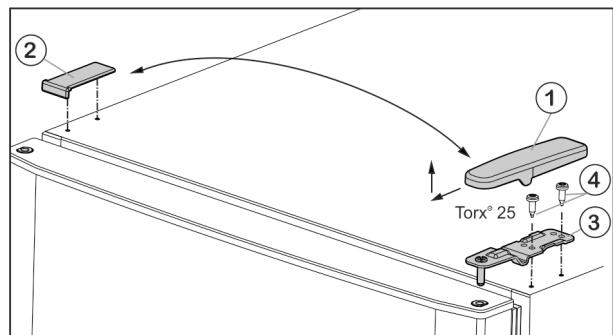
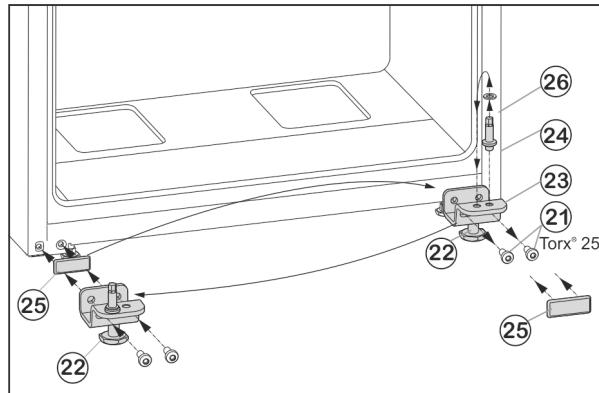

Fig. 5
Fig. 7
- ▶ Потяните крышку Fig. 5 (1) вперед и вверх.
- ▶ Снимите крышку Fig. 5 (2).
- ▶ Открутите верхний опорный кронштейн Fig. 5 (3) (2 шт. Torx® 25) Fig. 5 (4) и вытяните вверх.
- ▶ Открутите крепежные винты Fig. 7 (21).
- ▶ Снимите нижний опорный кронштейн Fig. 7 (23) вместе с опорным пальцем Fig. 7 (24), шайбой Fig. 7 (26) и регулируемой опорой Fig. 7 (22).
- ▶ Открутите опорный палец Fig. 7 (24) вместе с шайбой Fig. 7 (26) и, переставив в отверстие на противоположной стороне опорного кронштейна, снова прикрутите.
- Аккуратно снимите защитную пластины Fig. 7 (25) и переставьте ее на противоположную сторону.
- Прикрутите нижний опорный кронштейн Fig. 7 (23) вместе с опорным пальцем Fig. 7 (24), шайбой Fig. 7 (26) и регулируемой опорой Fig. 7 (22) с другой стороны шарнира **(с моментом 4 Нм)**, при необходимости используйте аккумуляторный шуруповерт.
- Установите нижнюю дверцу сверху на опорный палец Fig. 7 (24).
- Вставьте средний опорный кронштейн (13) с поворотом на 180° в нижнюю дверцу и прикрутите с помощью крепежных винтов (11)(2 шт. Torx® 25) на новую сторону шарнира **(с моментом 4 Нм)**.
- Снова установите пластиковую шайбу (10).
- Установите верхнюю дверцу на средний опорный кронштейн (13).
- Установите верхний опорный кронштейн Fig. 5 (3) на новой стороне шарнира и защелкните в дверце.
- Привинтите верхний опорный кронштейн **(с моментом 4 Нм)** (2 шт. Torx® 25) Fig. 5 (4). При необходимости используйте аккумуляторный шуруповерт.
- Наденьте и защелкните крышку Fig. 5 (1) на противоположной стороне снаружи.
- Также наденьте сверху и защелкните крышку Fig. 5 (2) на противоположной стороне.
- Выверните регулируемую опору Fig. 7 (22) на нижнем опорном кронштейне Fig. 7 (23) до ее соприкосновения с полом.